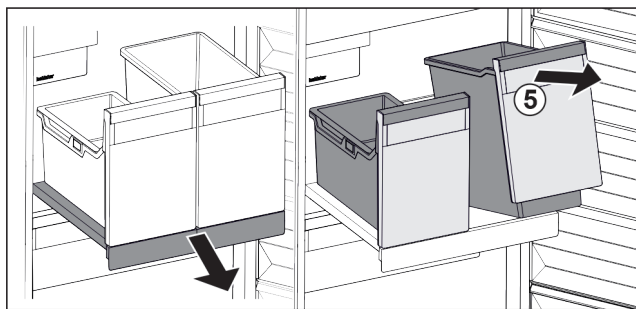

Fig. 94
- Nadvihnite nádobu Fig. 94 (5) vpredu.